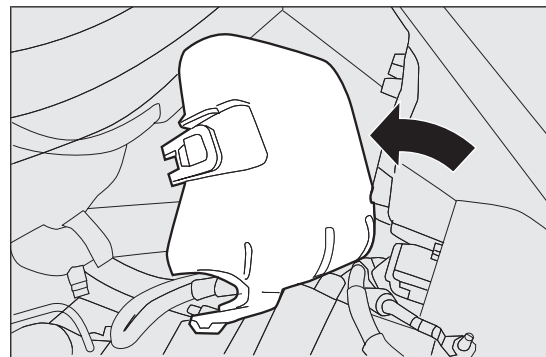

fig. 169
- desplazar la tapa hacia el faro; girándola hacia la izquierda (como lo indica la flecha) y luego quitarla fig. 169;